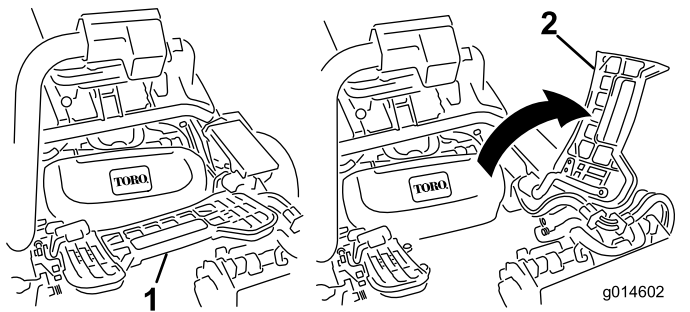

Figure 63
2. Relevez le repose-pieds pour accéder à la position de l'unité de coupe centrale (Figure 63).